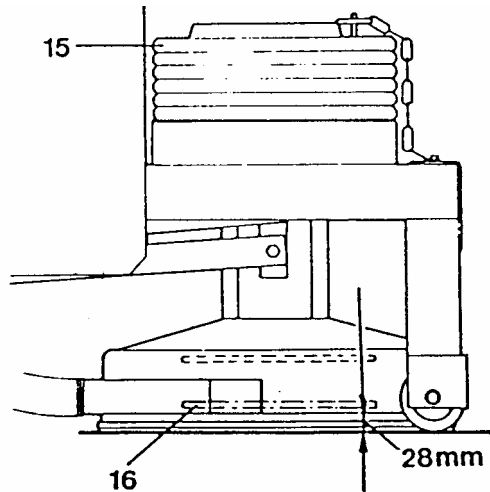

Fig 6
- Aplique seis pesas **15** (fig 6) al cabezal desbastador.